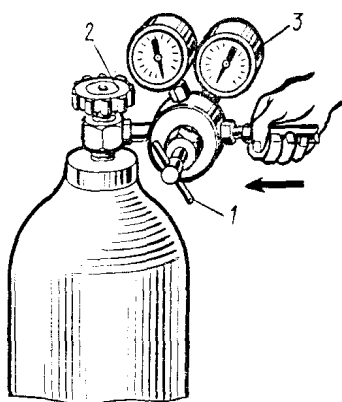

Рис. 11
5. Подсоединить к редуктору шланги от горелки или резака (рис. 11). Надежно закрепить.